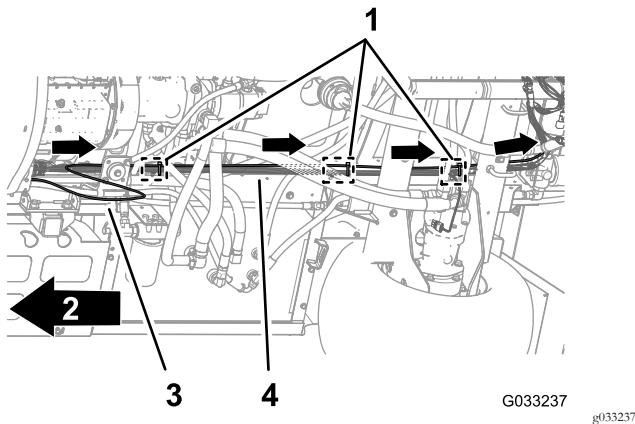

Figura 111
1. Passe o tubo sensor de pressão do indicador no painel ao lado da cablagem traseira da máquina (Figura 111).
2. Prenda o tubo sensor de pressão à cablagem traseira com três braçadeiras de cabos adjacentes aos três fixadores de pressão nos pontos de fixação do chassis para a cablagem traseira (Figura 111).